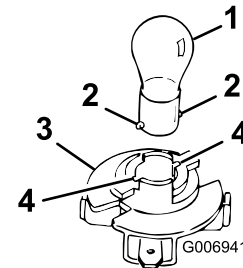

Figure 33
4. Introduisez l'ampoule et tournez-la dans le sens antihoraire jusqu'à la butée (approx.. 1/4 tour) puis retirez-la de l'embase (Figure 33).
2. Introduisez le culot dans l'embase (Figure 33).